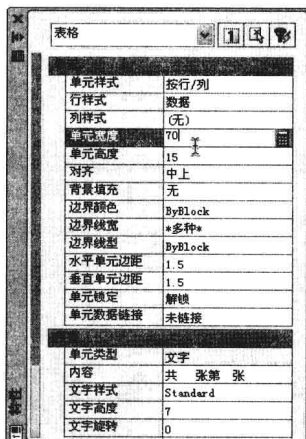

图 5-3-19
(11) 单击单元格 F3，右击，在弹出的菜单中选择“特性”，弹出“特性”选项板，将当前选择的单元格的单元宽度值改为“70”，按 Enter 键，如图 5-3-19 所示。